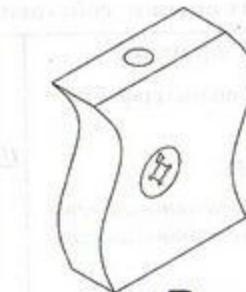

Рис. 1
Взять стенку заднюю выдвижного ящика 13 и забить в соответствующие отверстия шканты (1). Соединить боковины ящика 11 и 12 с задней стенкой 13. Фиксацию производить при помощи евровинтов (15). Далее положить каркас ящика на заднюю стенку 13 и забить шканты (1) в соответствующие торцевые отверстия на боковинах ящика, 11 и 12 и вставить стяжки растекс (12) (см.рис.1). После этого вставить дно ящика 15 в пазы на каркасе ящика, таким образом, чтобы дно ящика 15 вошло в паз на стенке задней ящика 13. Далее закрутить в переднюю панель ящика 14 в муфты дюбеля стяжек-растекс (4). Соединить переднюю панель ящика 14 с каркасом. Фиксацию произвести путем поворота стяжки (12) по часовой стрелке. После этого положить ящик дном вверх и прокрутить ответные планки направляющих (7) к боковинам ящика 11 и 12 при помощи саморезов (5). Далее к передней панели 14 прикрепить ручку (9). Аналогичным образом собрать остальные ящики. Вставить выдвижные ящики в каркас тумбы так, чтобы ответные планки направляющих (7) закрученные на боковинах ящиков вошли в направляющие (7), закрученные на боковинах стола 1 и 2..
1. Прикрутить к стойке 8 направляющие (7) евровинтами (8) и присоединить ее к дну 4 евровинтами (15). Вставить стяжки-растекс (12) (см. рис.1) в стойку 8. Закрутить дюбеля стяжек-растекс (4) (см.рис.2) в полку 5. Забить шканты (1) в детали 4, 5 и 10. Соединить стенку заднюю 10 с полкой 4. Соединить полку 5 и стойку 8. Фиксацию стяжек-растекс (12) произвести путем поворота их по часовой стрелке